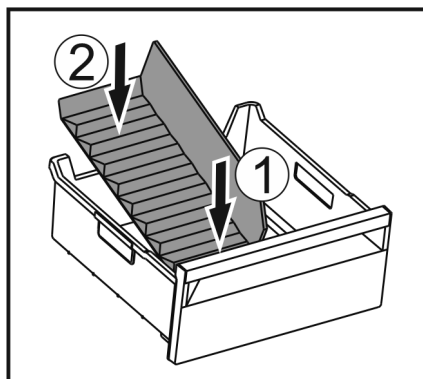

Fig. 152
- Futni brenda pjesën e përparme të ndarësit të sirtarit të akullit. Fig. 152 (1)
- Ulni poshtë pjesën e pasme të ndarësit të sirtarit të akullit deri në bazamentin e sirtarit. Fig. 152 (2)